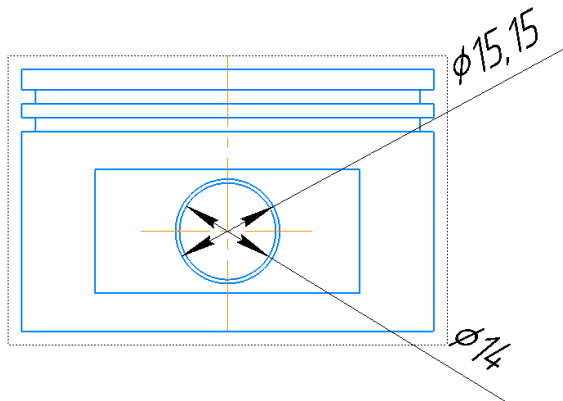

Рисунок 9. Вид детали спереди
1. Нанести эскиз, представленный на рисунках 7-8 с последующим применением формообразующей операции (рисунок 9);